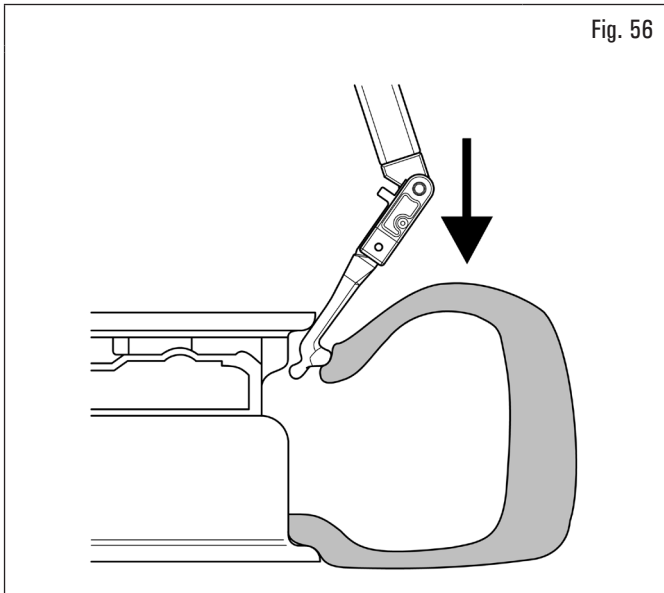
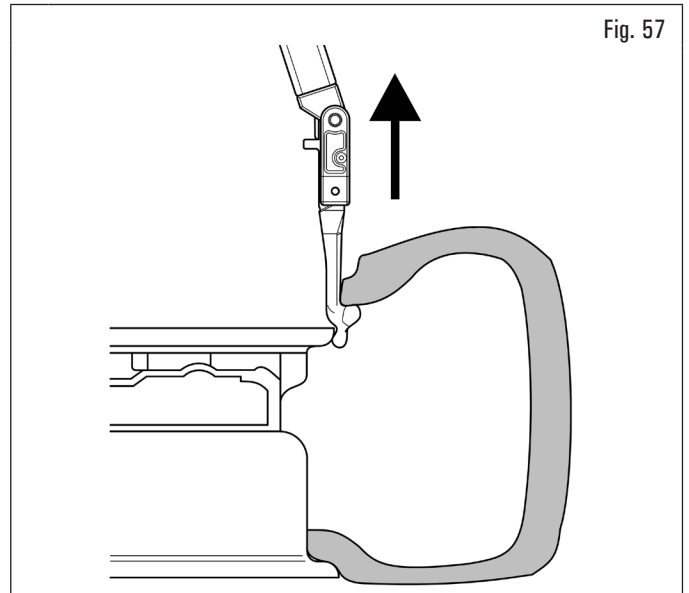
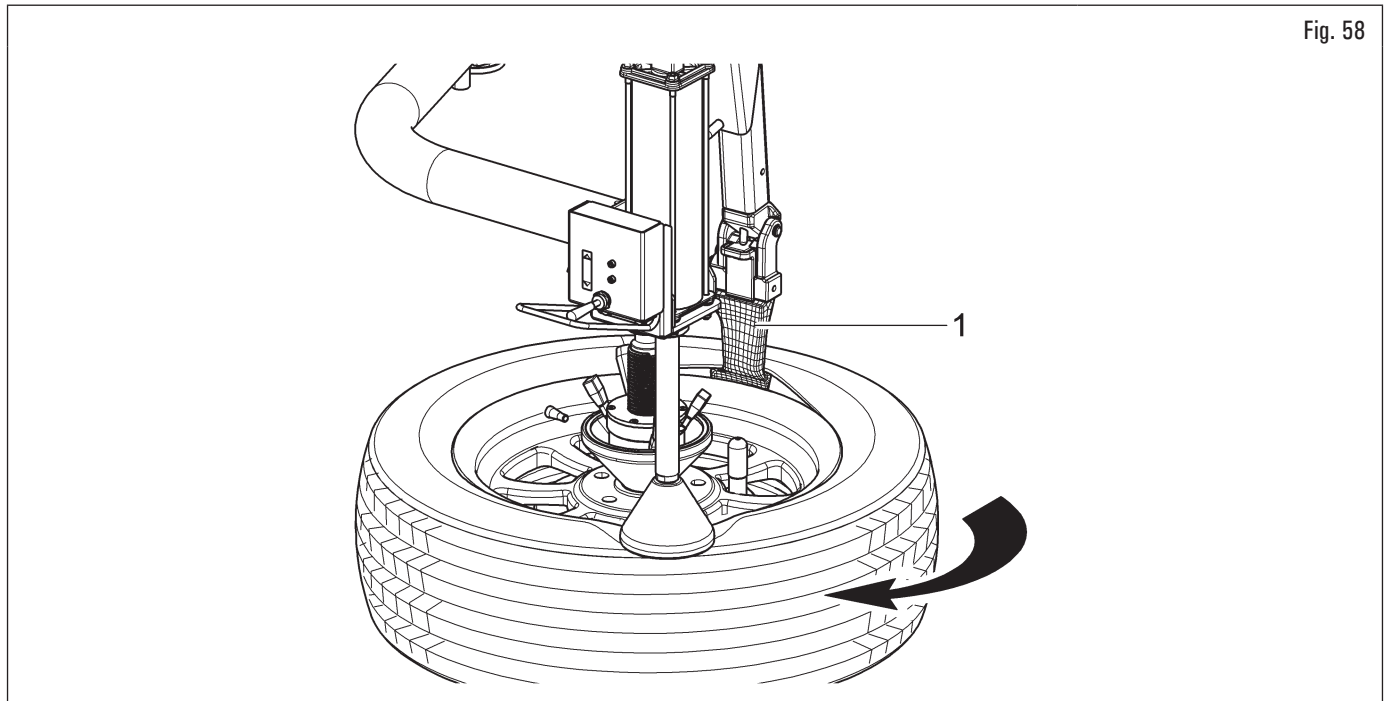

Fig. 56
Fig. 57
Fig. 58
- pulsar el botón (Fig. 6 ref. C (INF)) para que la cabeza útil penetre entre la llanta y el neumático (ver Fig. 56). Durante esta operación la cabeza útil gira alrededor del borde llanta hasta enganchar el talón del neumático (véase Fig. 57);
5. levantar la cabeza útil tramite el debido mando (Fig. 6 ref. C (SUP)). Cuando el cabeza útil está en posición vertical respecto a la llanta (Fig. 58 ref. 1), girar el mandril, presionando el pedal (Fig. 9 ref. A), de manera que el neumático entre en el centro de la llanta. Seguir levantando la cabeza útil hasta que el talón se encuentre arriba el borde de la llanta (véase Fig. 57). Girar en sentido horario hasta el completo desmontaje del talón superior (véase Fig. 58);
Asegurarse de que la cabeza útil esté en posición de desmontaje (véase Fig. 57) antes comenzar la rotación del mandril.